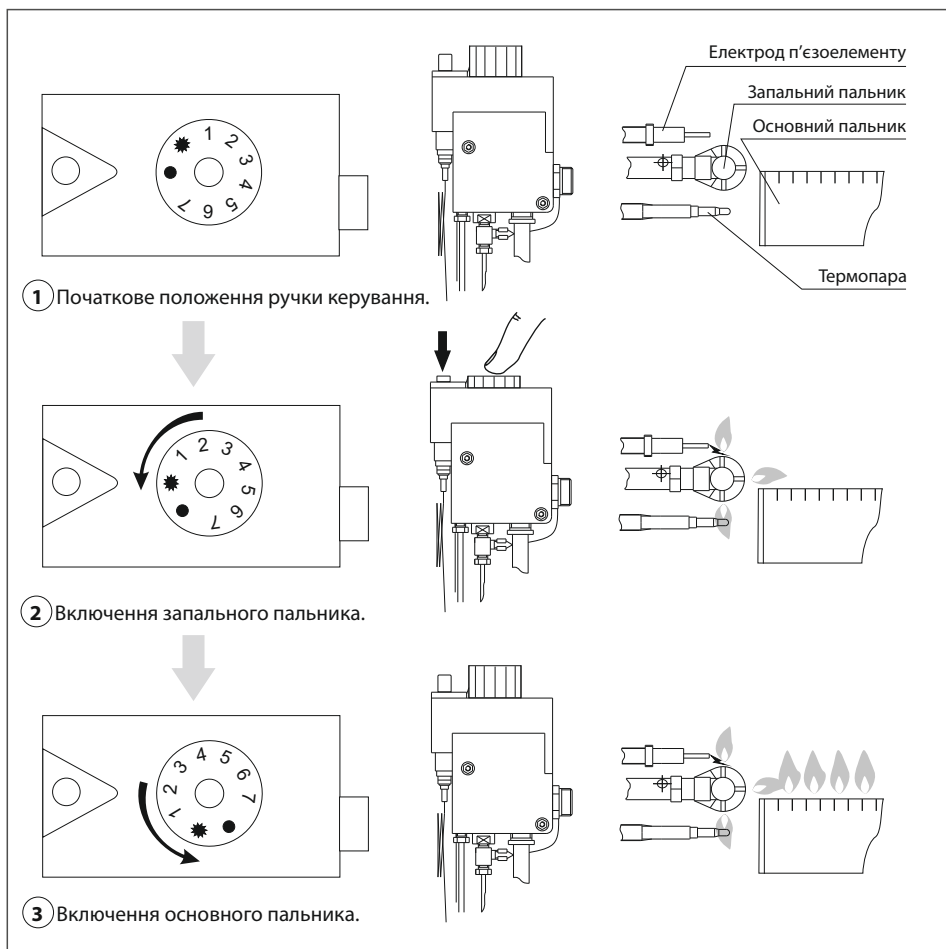

Рис. 9. Пуск котла з газовим клапаном 630 EUROSIT.
7.4.1. Пуск і робота котла (рис.9).